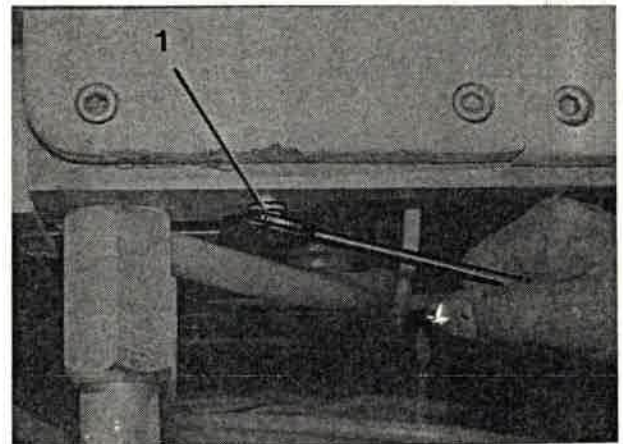

Bild 131
1. Ölablaßschraube (Bild 131/1) herausschrauben und Öl ablassen.